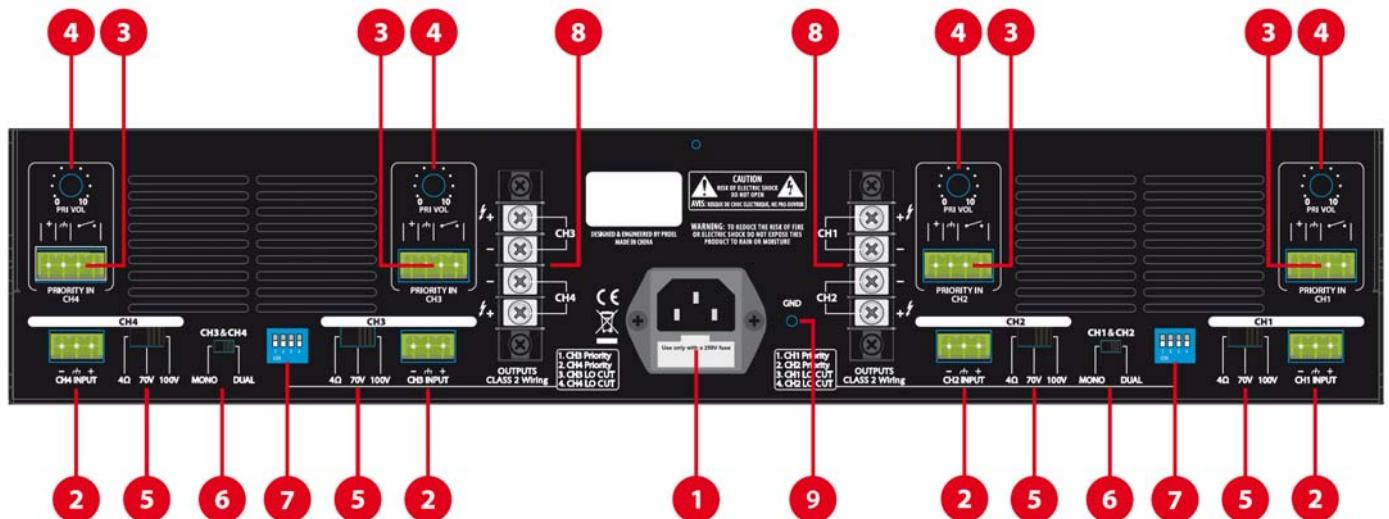

fig.2
*Collegare al morsetto di uscita (fig.2, rif.8) carichi con impedenza minima non inferiore a 4Ω*
*Collegare al morsetto di uscita (fig.2, rif.8) carichi a 70V*
*Collegare al morsetto di uscita (fig.2, rif.8) carichi a 100V*
L'ingresso prioritario dispone di una funzione VOX inseribile e disinseribile mediante l'apposito PIN (fig.2, rif.7):
"PRIORITY IN CH\_" (fig.2, rif.3), il rispettivo ingresso "CH\_ INPUT" sarà automaticamente silenziato e in uscita sarà presente solo il segnale prioritario.
**"contatto pulito"** - L'ingresso prioritario dispone anche di un "**contatto pulito**" che forza il silenziamento dell'ingresso "CH\_ INPUT" (fig.2, rif.2) lasciando attivo l'ingresso "PRIORITY IN CH\_" indipendentemente dal settaggio dei PIN del DIP SWITCH (fig.2, rif.7).
Collegare il terminale della BM100A alla morsettiera dell'ingresso prioritario (**fig.2, rif.3**) secondo lo schema riportato sul fondo della base:
Agire su questo potenziometro per incrementare o decrementare il livello del segnale audio presente sul rispettivo "PRIORITY IN CH\_" (**fig.2, rif.3**).
In questa condizione operativa collegare al morsetto di uscita (**fig.2, rif.8**) un carico di adeguata potenza e con impedenza minima non inferiori a 4Ω
In questa condizione operativa collegare al morsetto di uscita (**fig.2, rif.8**) un carico a 100V di adeguata potenza
In questa condizione operativa collegare al morsetto di uscita (**fig.2, rif.8**) un carico a 70V di adeguata potenza
I segnali presenti sugli ingressi del canale CH1 saranno presenti esclusivamente sull'uscita amplificata CH1 (**fig.2, rif.8**). Analogamente per CH2.
In questa condizione su entrambe le uscite "CH1" e "CH2" (**fig.2, rif.8**) sarà presente lo stesso segnale audio amplificato dato dalla somma di "CH1 INPUT" e "CH2 INPUT", gli ingressi prioritari "PRIORITY IN CH1" e "PRIORITY IN CH2", invece, agiranno e saranno presenti solo sui rispettivi canali.
I segnali presenti sugli ingressi del canale CH3 saranno presenti esclusivamente sull'uscita amplificata CH3 (fig.2, rif.8). Analogamente per CH2.
In questa condizione su entrambe le uscite "CH3" e "CH4" (fig.2, rif.8) sarà presente lo stesso segnale audio amplificato dato dalla somma di "CH4 INPUT" e "CH3 INPUT", gli ingressi prioritari "PRIORITY IN CH3" e "PRIORITY IN CH4", invece, agiranno e saranno presenti solo sui rispettivi canali.
**ON** - funzione di priorità VOX abilitata sul rispettivo ingresso "PRIORITY IN CH\_" (fig.2, rif.3).
**OFF** - funzione di priorità VOX disabilitata sul rispettivo ingresso PRIORITY IN CH\_ (fig.2, rif.3).